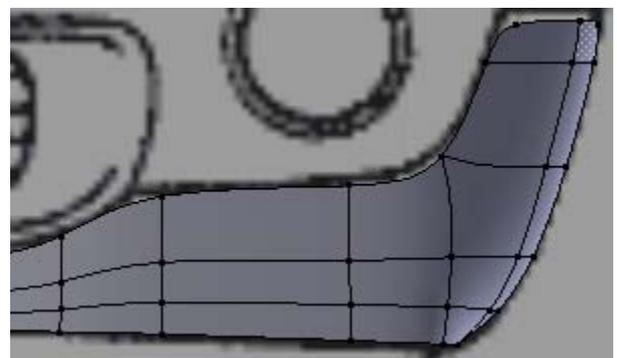

Figura 4.140
4. Como não parece ser suficiente, vamos inserir um outro contorno e ajustar a posição de cada um deles, activando Edge Loop, **[Ctrl]+[E] > [9]**, figura 4.140.